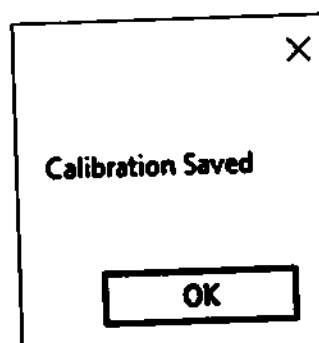

Рисунок 44
9.5.5.8 Если вы нажмете кнопку «СОХРАНИТЬ / SAVE», отобразится сообщение «Калибровка сохранена / Calibration Saved» [Рисунок 44], и вы сможете завершить калибровку, нажав кнопку «ОК».